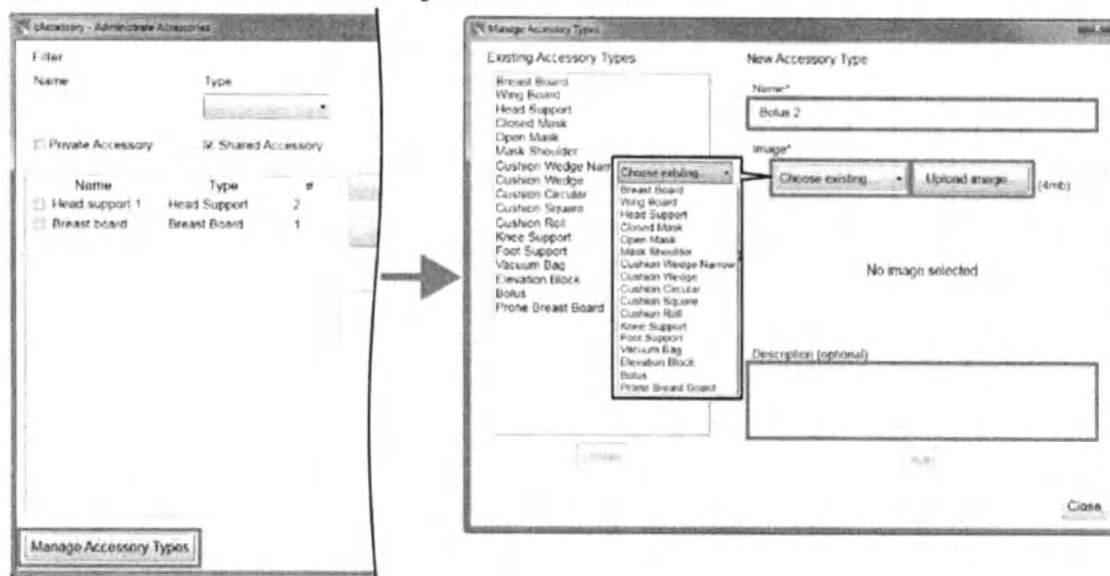

Рисунок 10. Диалоговое окно *Manage Accessory Types* («Управление типами принадлежностей») (добавление нового типа принадлежностей).
2. Нажмите **Manage Accessory Types** («Управление типами принадлежностей»). Откроется диалоговое окно **Manage Accessory Types** («Управление типами принадлежностей») (рисунок 10).